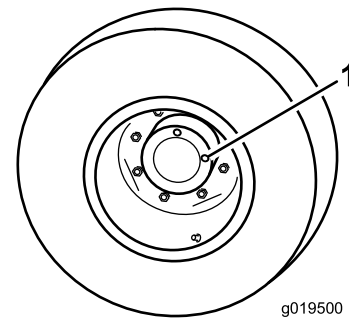

Figura 61
1. Con la máquina en una superficie nivelada, coloque la rueda con un tapón de verificación en la posición de las 12 y el otro en la posición de las 3 (Figura 61).
1. Tapón de verificación/drenaje (2)
2. Retire el tapón de la posición de las 3 (Figura 61).